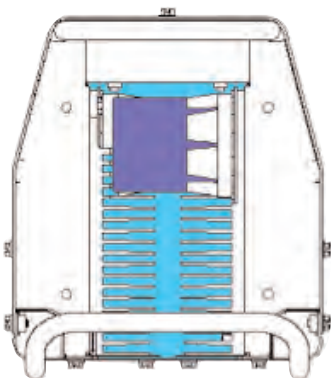

Figura 4
2. Retire los cuatro tornillos que aseguran el panel de rejillas trasero, y retírelo para exponer los disipadores térmicos del túnel de enfriamiento. (Vea la Figura 4 a continuación):